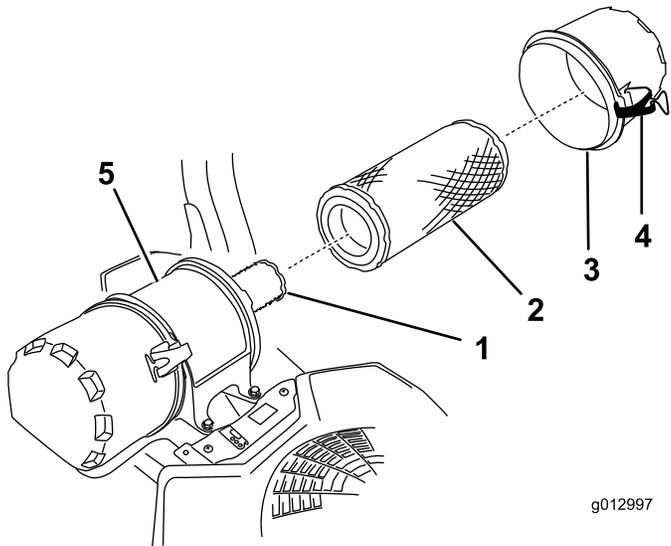

Bild 29
6. Lösen Sie die Riegel am Luftfilter und ziehen Sie die Abdeckung von der Luftfilterabdeckung ab (Bild 29).
8. Schieben Sie den Außenfilter vorsichtig aus dem Luftfiltergehäuse heraus (Bild 29).
2. Wenn Sie den Innenfilter auswechseln, schieben Sie ihn vorsichtig in das Filtergehäuse (Bild 29).
3. Schieben Sie den Außenfilter vorsichtig auf den Sicherheitsluftfilter (Bild 29).